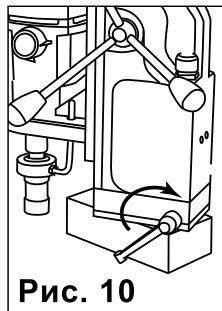

Рис. 10
4. Поверните рукоятку фиксации поворотного основания на магните в обратную сторону (от держателя) до упора (Рис. 10).